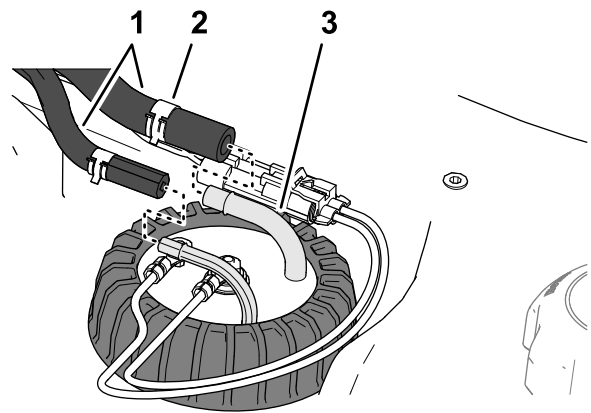

Figure 90
4. Éloignez les colliers qui fixent les flexibles sur les raccords vers l'intérieur du transmetteur de niveau de carburant, et débranchez les flexibles des raccords (Figure 90).